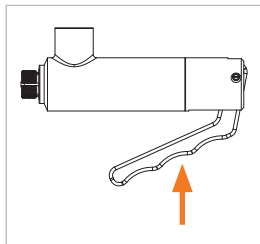

Abbildung 4
- ▶ Betätigen Sie den Handhebel (Pos. 2) (*Abbildung 4*). Die Spannzangen fallen zusammen.